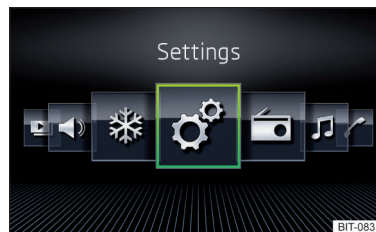

Abb. 182
- › Die Option **Raster-Anzeige** » **Abb. 181** oder **Horizont. Anzeige** » **Abb. 182** wählen.